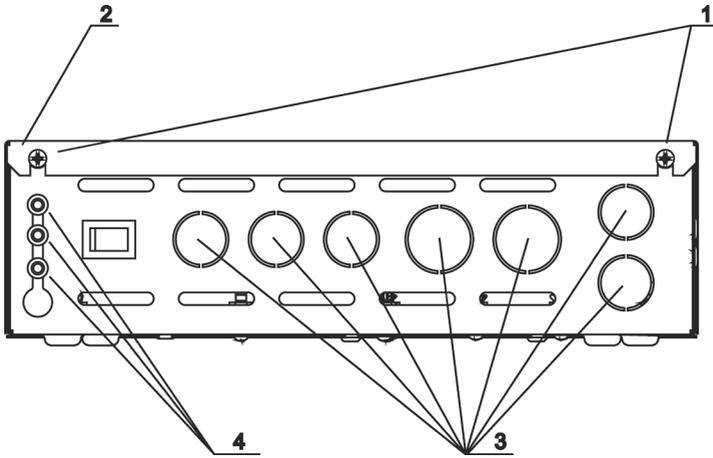
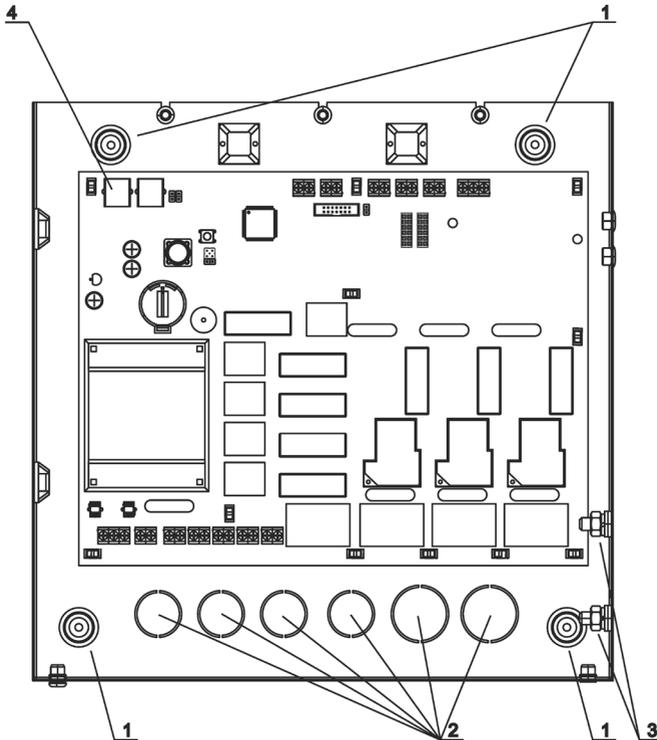

Рисунок 4. Блок мощности Comfort AIR+
Рисунок 5. Блок мощности Comfort AIR+
- Крестовой отверткой открутить винты фиксации крышки блока мощности (рис.4, поз.1)
- Снять верхнюю крышку (рис.4, поз.2)
- Закрепить корпус блока мощности на стене через крепежные отверстия на задней стенке корпуса (рис.5, поз.1). Диаметр крепежных отверстий 3.5 мм
Для ввода кабелей в корпусе блока мощности предусмотрены отверстия (**рис.4, поз.3** – для ввода кабелей через нижнюю стенку корпуса и **рис.5, поз.2** – для ввода кабелей через заднюю стенку корпуса).
Межблочный кабель и кабели датчиков заводятся в корпус блока мощности через резиновые сальники (**рис. 4, поз.4**).
- В розетку **XP1** платы блока мощности подключить второй разъём межблочного кабеля (**рис.5, поз.4**).